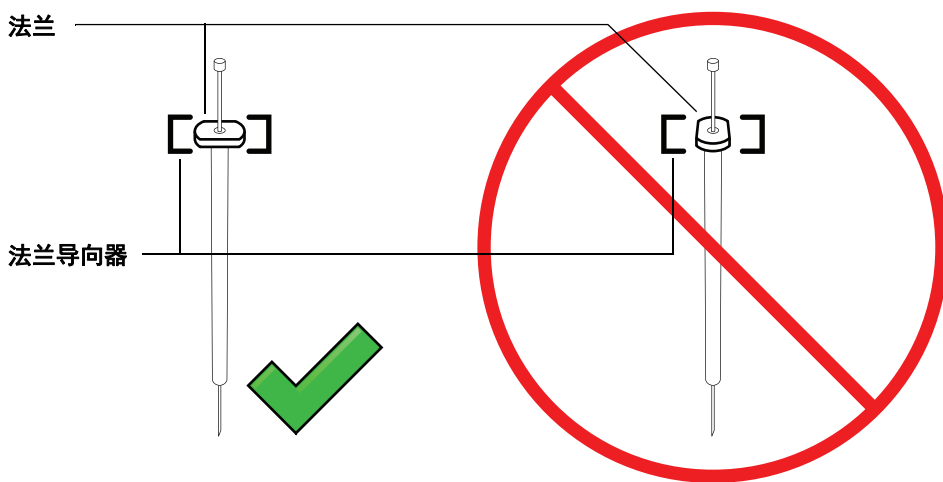

图 46 进样针法兰方向
- 7 将进样针法兰与法兰导向器对齐并将进样针按压到位，同时让针头留在针头支撑底座的导孔中。确保进样针法兰的平整边朝外（图 46）。